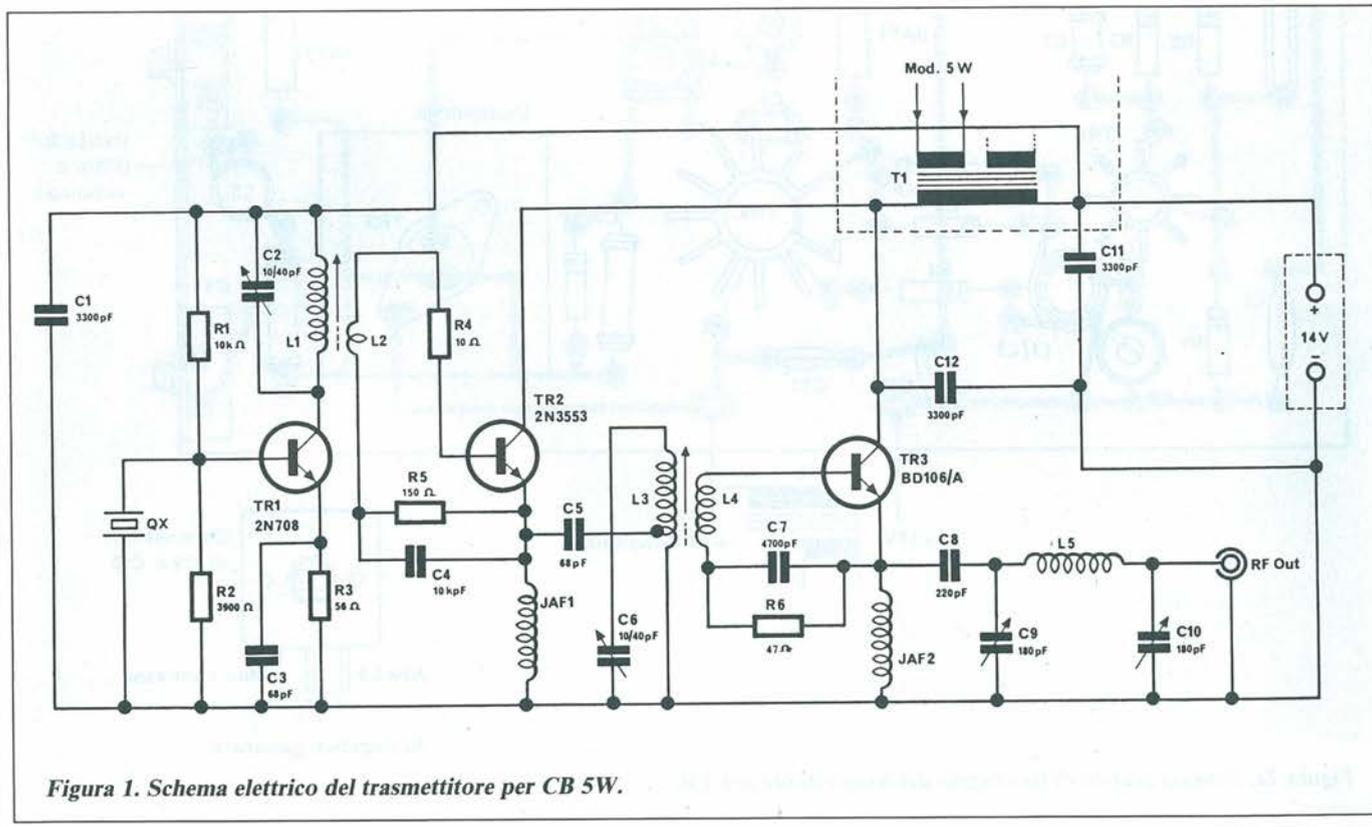

Figura 1. Schema elettrico del trasmettitore per CB 5W.
*Caro Giampiero, questo progetto, semplice ma poderoso, farà certamente al caso tuo: lo schema è in Figura 1 e, come puoi vedere, è molto semplice. Unico, minimo neo le bobine, che debbono essere avvolte appositamente.*